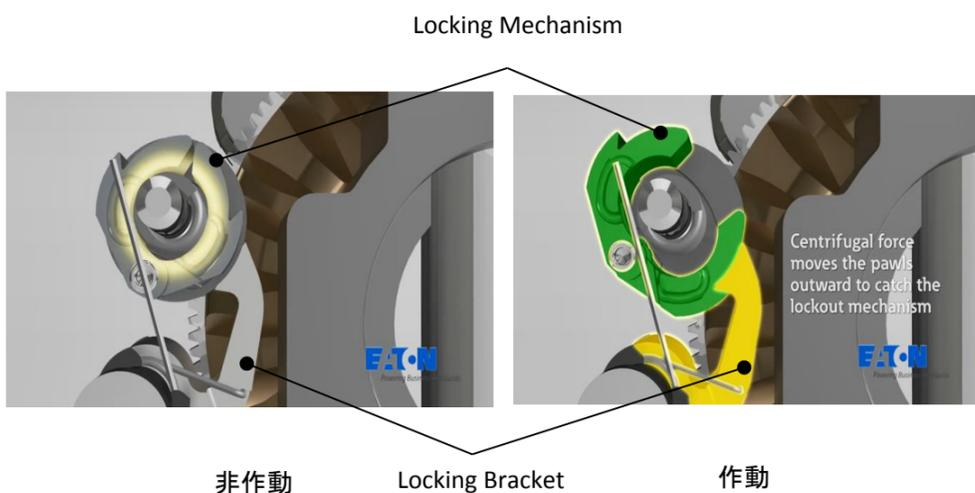

図3 Locking Mechanismの非作動・作動状態
- ① 普段は通常のディファレンシャルギヤとして作動。左右のタイヤは、カーブ等では内輪差によって各々適した回転数でまわり、エンジン動力を路面に伝達する。
- ② 泥濘地や窪地で片輪が脱輪などをするとタイヤが空転する。タイヤの空転により左右タイヤの回転数には大きな差が発生する。
- ③ アクスルシャフトと歯車を介してつながっているEngagement Mechanismが高速で回転。回転の遠心力によって羽根部分が開く。(図3)
- ④ 遠心力によって開いたLocking Mechanismの羽根部分がLocking BracketにひっかかることでCam Plateが作動し、Clutch Packが押され、左右のアクスルシャフトがClutch Packを介してつながった状態となる。
- ⑤ 悪路を脱出したのちはバネなどにより自動的に非作動状態に復帰。